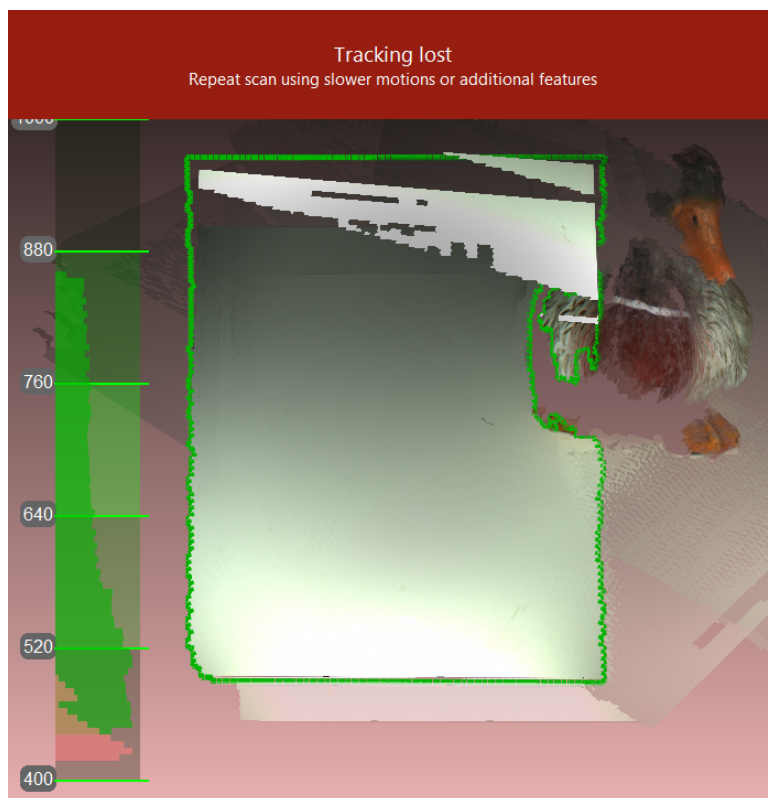

Рис. 5.7: Предупреждение: отслеживание траекторий прервано
- Artec Studio практически мгновенно переключается из режима *Отслеживание траекторий прервано* (см. Рис. 5.7) в *Поиск положения*, сообщение о котором появляется на зеленом фоне.